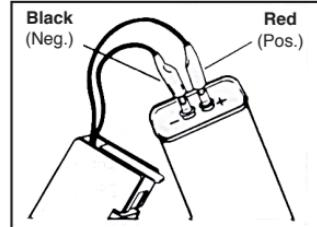

Fig. 2
3. Connect test clips to capacitor, noting polarity if checking electrolytics. (Fig. 2)
3. Die Testklammern am Kondensator befestigen; bei der Prüfung von ElektroTytkondensatoren auf die Polarität achten. (Abb. 2)